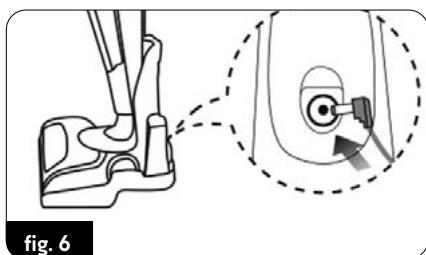

fig. 6
1. Branchez le cordon du chargeur (17) à la prise du chargeur (20) de la station d'accueil (Fig.6).